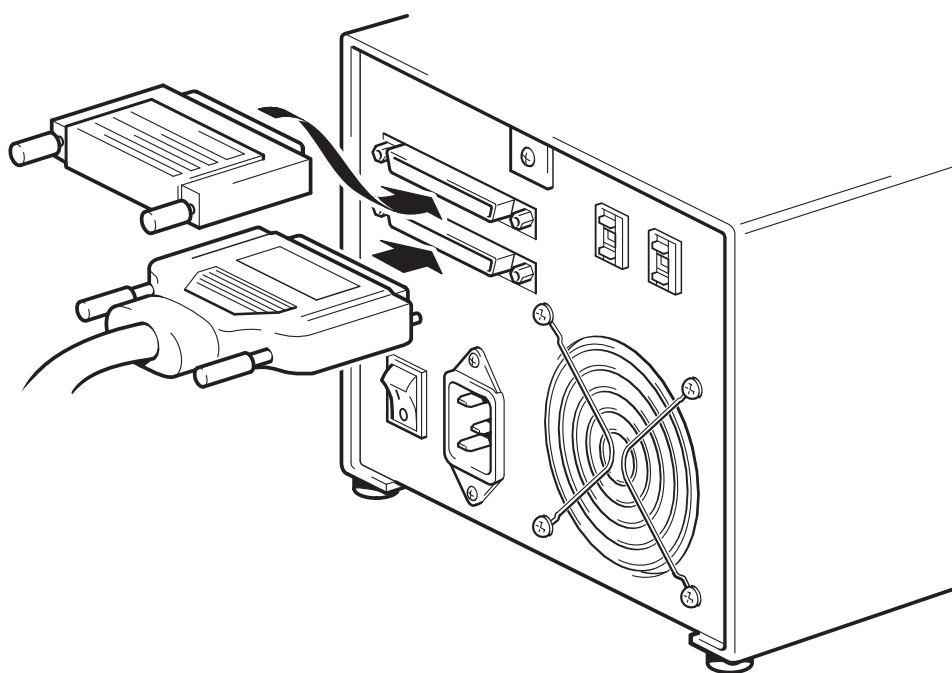

Figura 6: cómo conectar el cable SCSI
- 4** Conecte la conexión de HD del cable SCSI a uno de los conectores SCSI del panel posterior del cargador automático y fíjela apretando los tornillos. (Consulte la figura 6.)